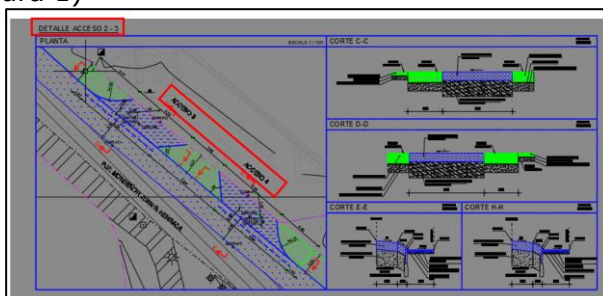

Figura 1
- 2.2. Corregir la identificación de accesos vehiculares en planta, ya que se presentan como Accesos Vehiculares 2 y 3, mientras que en la planta aparecen como Accesos 3 y 4. Corregir inconsistencia. (ver figura 1)